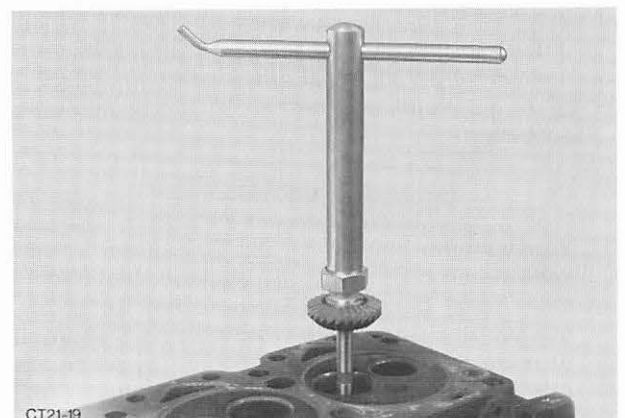

Abb. 251 Ventilsitz fräsen, „A“-Motor
3. Ventilsitz nach vorgeschriebenen Angaben (siehe Techn. Daten, Abb. 330, 331 und 332) mit Spezialwerkzeug nachfräsen, Abb. 251.